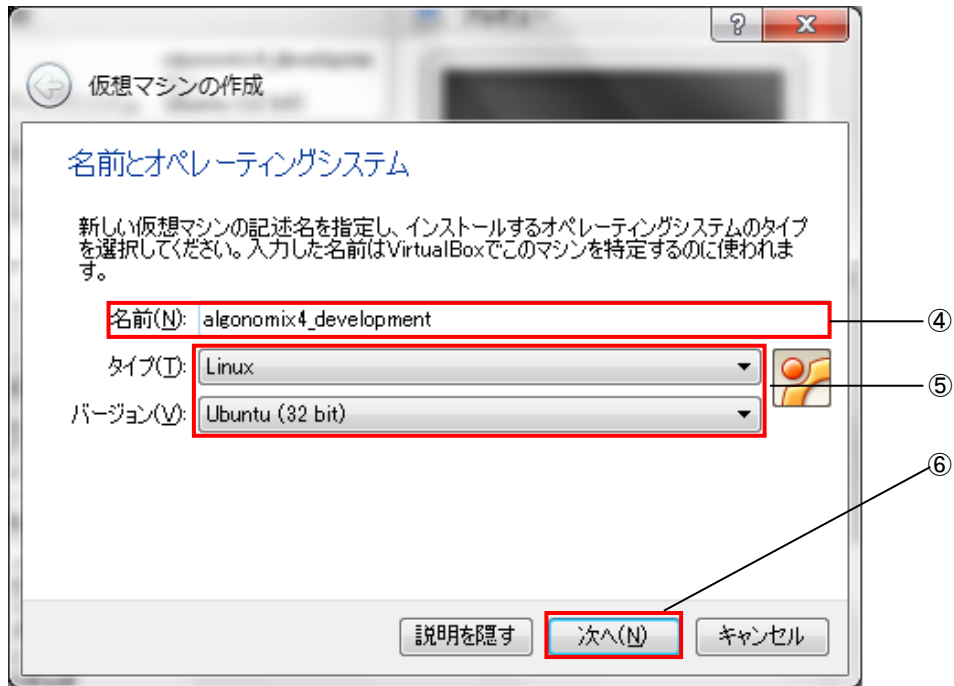

図 3-2-4-3. マシン名、OS タイプの設定
- ⑦ 図 3-2-4-5 のようなメモリ設定画面に変わります。仮想マシンのメモリサイズを入力します。
- ⑧ [次へ(N)]をクリックします。